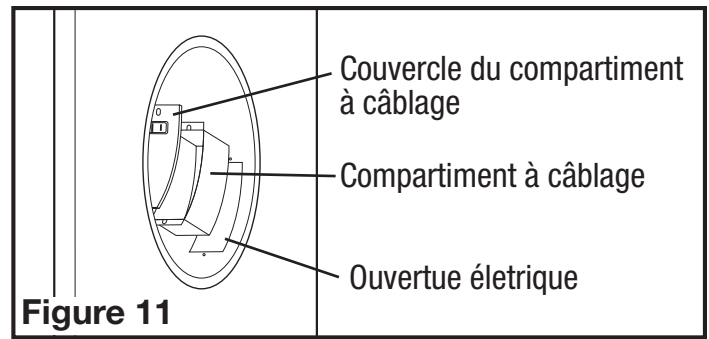

Figure 11
5. Insérer le compartiment de câblage dans l'ouverture électrique du châssis intérieur et aligner les trous du compartiment de câblage avec le couvercle du compartiment de câblage sur le châssis intérieur. Fixer en place à l'aide des deux vis de 1,3 cm comprises (Figure 11).